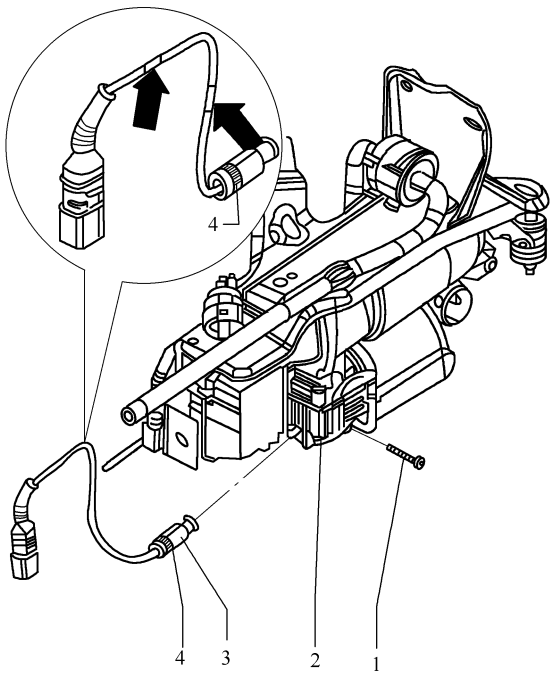

图 4-2-26 拧下螺栓并取出水平高度调节系统的充气压缩机温度传感器
3) 拧下螺栓 1，然后取出水平高度调节系统的充气压缩机温度传感器 3，如图 4-2-26 所示。